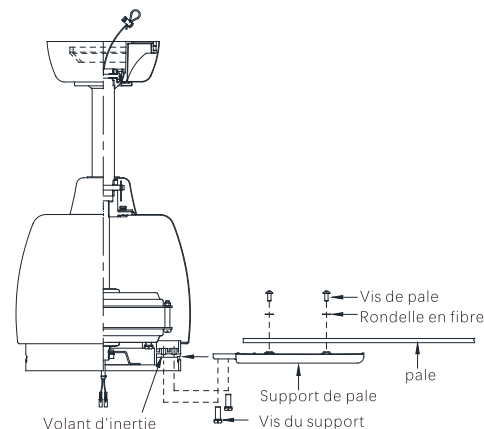

Fig.15
**Étape 1.** Fixer les pales sur les supports de pale à l'aide des vis de pale et des rondelles en fibre fournies. (Fig. 15) Au moment de monter les pales sur les supports de pale, assurez-vous que les pales sont plates. Serrez chaque vis de pale pour la fixer, puis répétez l'opération pour chaque pale.
**Étape 2.** Insérez un support de pale dans le volant moteur. (Fig. 15) Alignez les trous de montage du support de pale avec les trous de montage du volant moteur, fixez le support de pale au volant moteur à l'aide des vis du support fournies, et serrez les vis du support pour les fixer. Répétez l'opération pour les autres supports de pale.